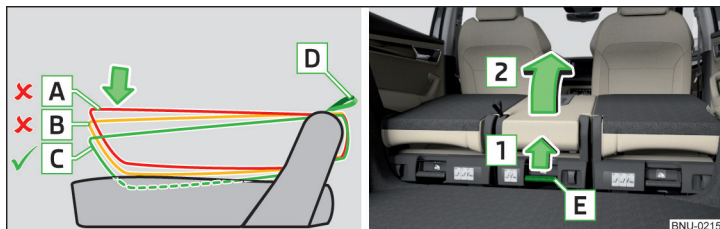

Fig. 91 Plegar el asiento central
- Tirar el lazo **D** y presionar el respaldo en la posición **C** aprox. 4 cm en la superficie del asiento » fig. 91.